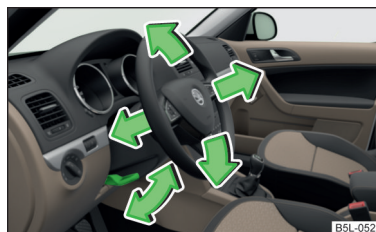

Fig. 104
- Gire la palanca situada debajo del volante hacia abajo » fig. 104.